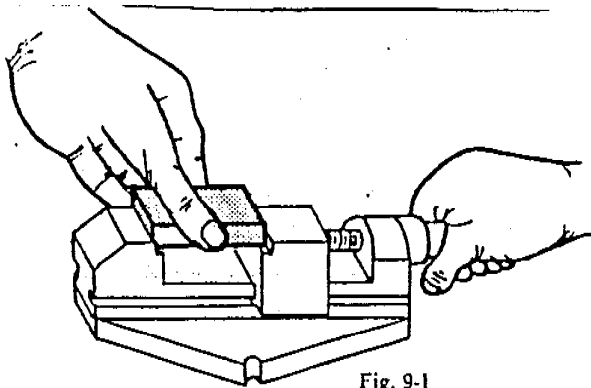

Fig. 9-1
1.1. **Amarre de la pieza.**—Colocar la pieza horizontal en las muescas de la mordaza y apretar esta fuertemente. (Fig. 9.1).